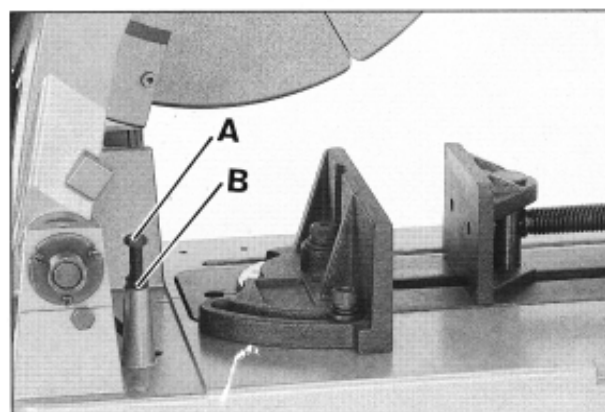

Abb.12
Il est possible de régler la course de descente à l'aide de la vis de butée (A), Fig.12. Le réglage s'effectue en desserrant le contre-écrou (B) et en serrant ou desserrant, selon nécessité, la vis de butée (A). Resserrer ensuite le contre-écrou (B).